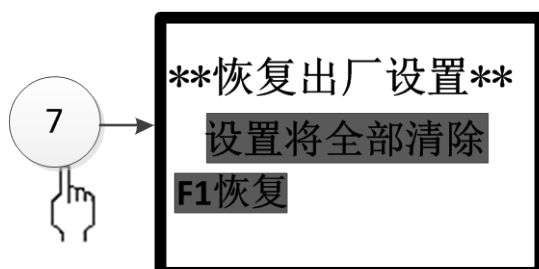

图 3-34
按下数字 7 键或光标移至⑦后按确认键，可进入恢复出厂设置界面(如图 3-34 所示)。注意进入出厂设置必须慎重，这将使原有的许多设置全部清除。操作“F1”键，再按确认键即可恢复默认设置，同时界面上给出“恢复完成”的提示。恢复默认的设置有：密码设置、系统类型、本机地址、编辑的前端产品数据、类型、位置部件设置和菜单中文编辑等。可见误操作损失是很大的，请慎用。